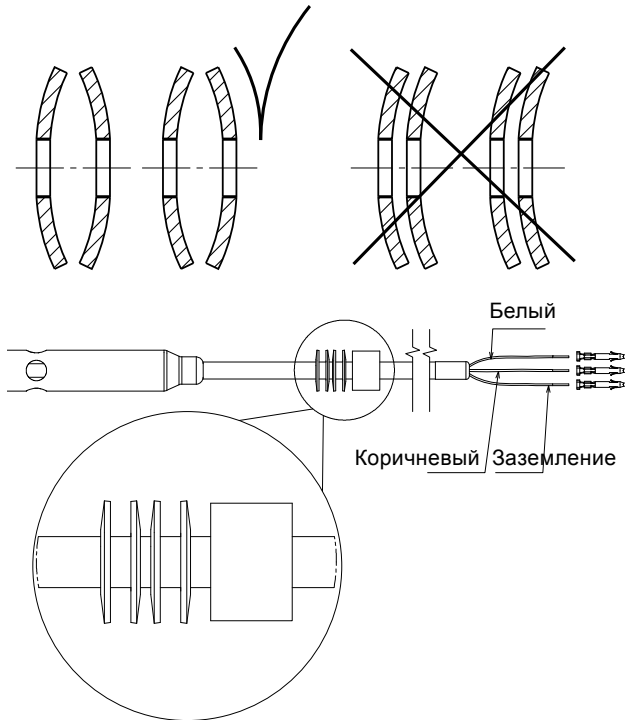

Рис. 13 Установка пружинных шайб
1. Наденьте конусную шайбу, изоляционную втулку кабеля и четыре упругие шайбы на кабель датчика воды в масле. Если эти шайбы и уплотнение были демонтированы, то их следует обязательно заменить. Установите пружинные шайбы вогнутыми поверхностями друг к другу. См. рис. 13.